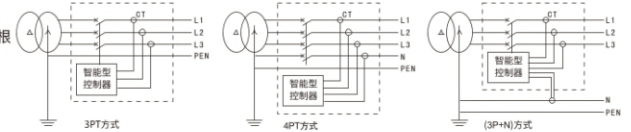

图2 接地保护
(1)内部互感器量值和方式(接地保护)，控制器根据三相电流和中性极电流矢量和进行保护，根据断路器极数分为3PT、4PT、(3P+N)T三种形式，见图2。